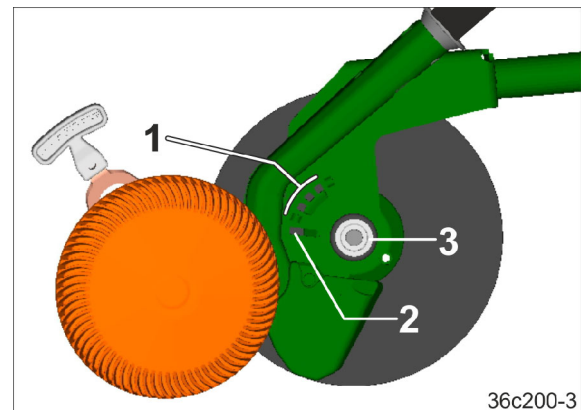

Рис. 180
1. Зафіксуйте виступ важеля в групі отворів (Рис. 180/1) в прорізі (Рис. 180/2).
2. Переміщуйте дисковий/роликовий обмежувач глибини в прорізі (Рис. 180/2), поки обмежувач глибини не звільниться із замку (Рис. 180/3).
1. Насадіть дисковий/роликовий обмежувач глибини на замок (Рис. 180/3). При цьому виступ заходить в проріз (Рис. 180/2) сошника.
2. Переміщуйте дисковий/роликовий обмежувач глибини в прорізі (Рис. 180/2), поки обмежувач глибини не зафіксується в замку. Легкий удар по центру диска полегшить фіксацію.
3. За допомогою важеля витягніть виступ з прорізу і вставте в потрібний отвір (Рис. 180/1).